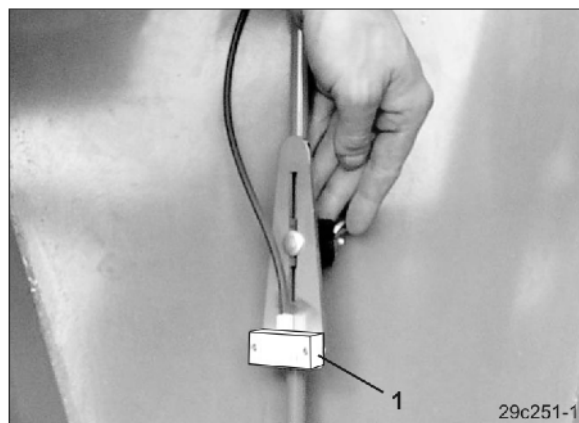

Рис. 29
- складная сетка в бункере для посевного материала с фиксатором (Рис. 29/1).
Высота датчика уровня (Рис. 29/1) в семенном бункере регулируется. Таким образом, можно установить остаточное количество семенного материала, которое вызывает появление предупреждающего сообщения и аварийного сигнала.